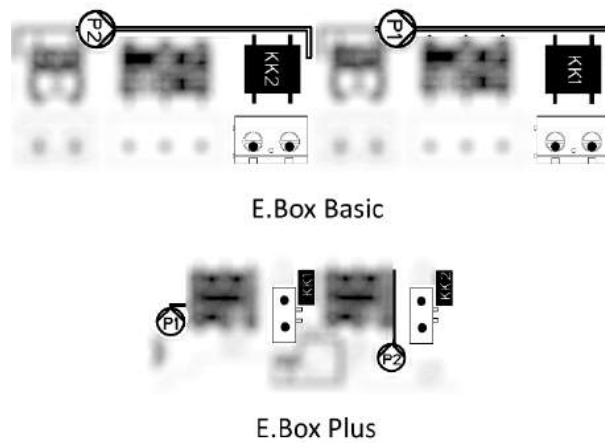

Figura 9: Entradas con protección térmica KK
- **Protección térmica de motores:** el dispositivo posee una entrada para la protección térmica de cada motor. Si el motor utilizado cuenta con protección térmica, se puede conectar dicha protección a los bornes KK representados en la Figura 9. Si la protección no está presente en el motor, se deberán realizar puentes en los bornes.